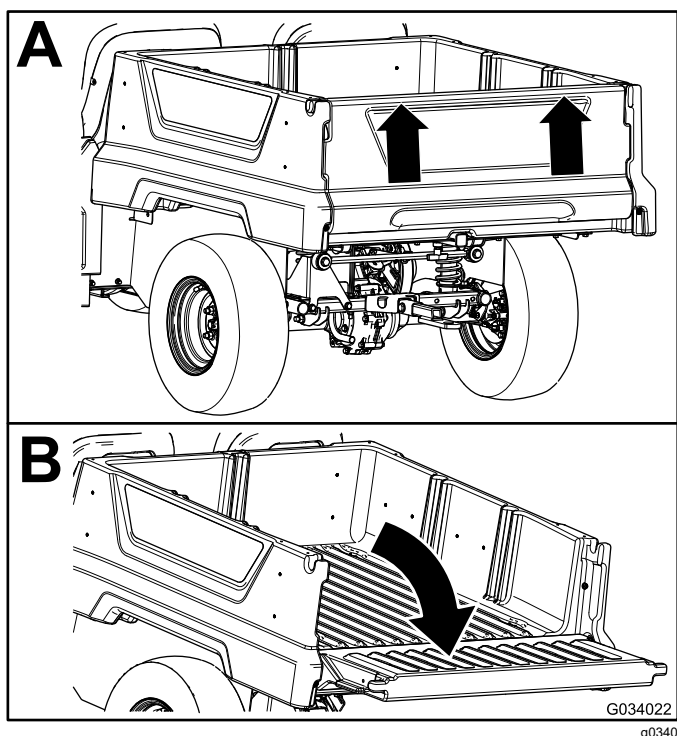

Рисунок 17
2. Двумя руками поднимите откидной борт, используя выступ около верхней части откидного борта (Рисунок 17).
3. Опустите откидной борт так, чтобы он был на одном уровне с дном грузового кузова (Рисунок 17).